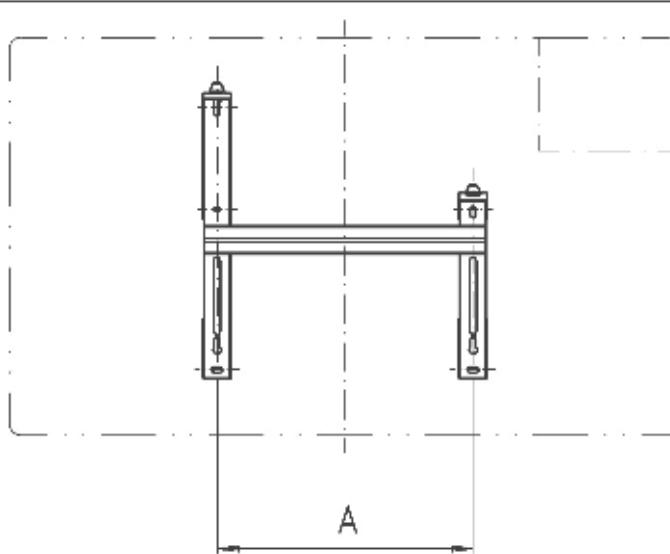
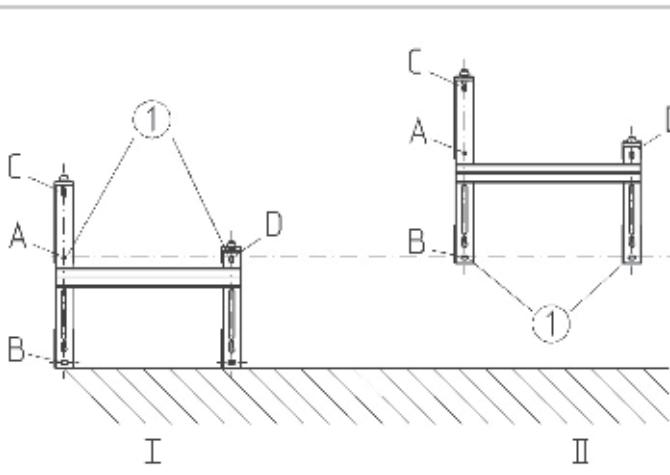

Рис. 4
Рис. 5
Настенный кронштейн ориентирован по центру прибора (см. рис. 4 и табл. 1). Он может служить в качестве шаблона для крепления (рис. 5). Поставьте несущую раму на пол и отметьте нижние отверстия для сверления (1), которые совпадают с отверстиями А и D (рис. 5, I). Затем поднимите настенный кронштейн таким образом, чтобы отверстия В в нем совпадали с только что отмеченными точками (1).